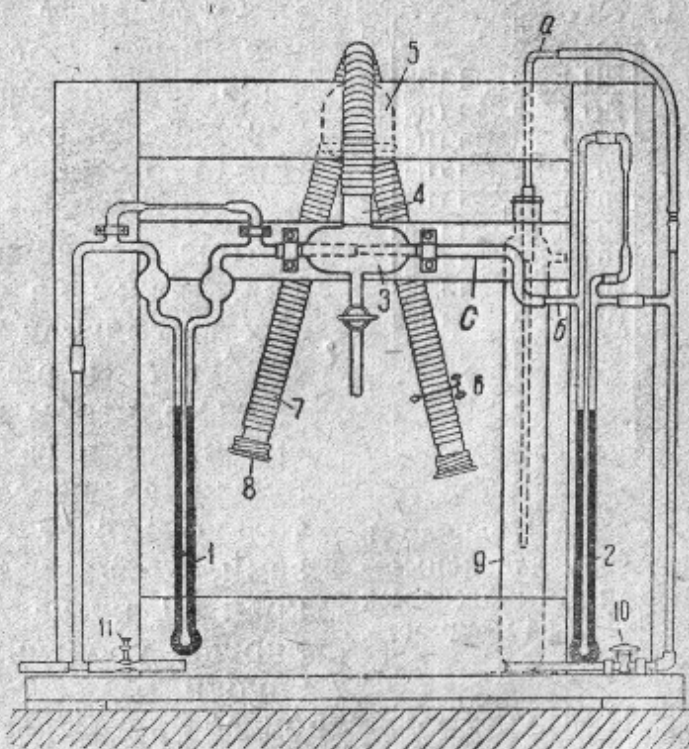
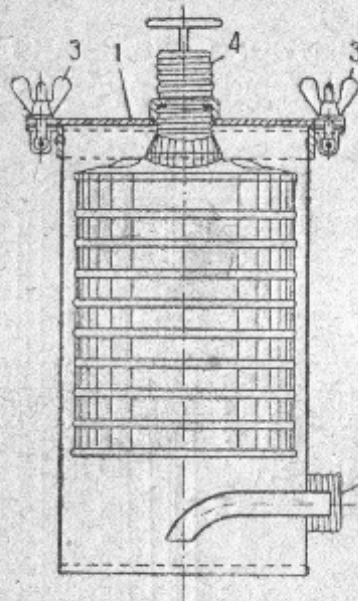

Рис. 21. Динамический прибор для испытания противогазов на мощность по газам и парам.
Рис. 22. Цилиндр к прибору для испытания противогазовых коробок на мощность.
Прибор (рис. 21) состоит из воздушного (1) и газового (2) реометров. Воздух и газ, пройдя реометры 1 и 2, входят в смеситель 3, откуда по трубке 4 подходят к разветвлению тройника 5. Одна ветвь разветвления с зажимом 6 отводится в тягу и служит для выпуска тока газа и воздуха при наладке прибора. Другая ветвь, имеющая на конце гофрированной трубки 7 накидную гайку 8, привертывается к цилиндру для испытания коробки противогаса (рис. 22).
Цилиндр для испытания коробок (рис. 22) состоит из железного цилиндра, закрывающегося металлической крышкой, с внутренней стороны которой имеется накидная гайка 1. С боковой стороны цилиндра припаяна горловина от коробки противогаза 2, на которую навертывается накидная гайка 6 трубки, идущей от смесителя (рис. 21). Крышка привертывается к цилиндру с помощью барашков 3. Между поверхностью крышки и цилиндра проложено резиновое кольцо для герметичности. Припаянная к крышке горловина 4 от коробки противогаза служит для отвода воздуха к индикатору проскока.
Порядок испытания. Испытания противогазов ведут, как уже говорилось, при токе воздуха 30 л/мин. Установка воздушного и газового реометров на требуемые высоты выполняется в следующем порядке (рис. 21).
При установке уровней проверяют концентрацию (как указано ранее), присоединяя поглотительные сосуды к трубке крана на смесителе. Проверив концентрацию, приступают к испытанию противогаза. Отвертывают крышку цилиндра для испытания, ввертывают в накидную гайку испытываемый противогаз и закрывают цилиндр для испытания, крепко завертывая барашки. Присоединяют цилиндр к гофрированной трубке от смесителя, как уже было сказано. На горловину верхней крышки цилиндра навинчивают тройник 5 (рис. 22). Один конец тройника закрывают куском резиновой трубки с винтовым зажимом, к другому концу тройника присоединяется дрексель с раствором для обнару-
живания проскока. Присоединив цилиндр с противогазом к прибору, закрывают зажим 6 на приборе (рис. 21), пуская таким образом смесь воздуха и газа в противогаз.